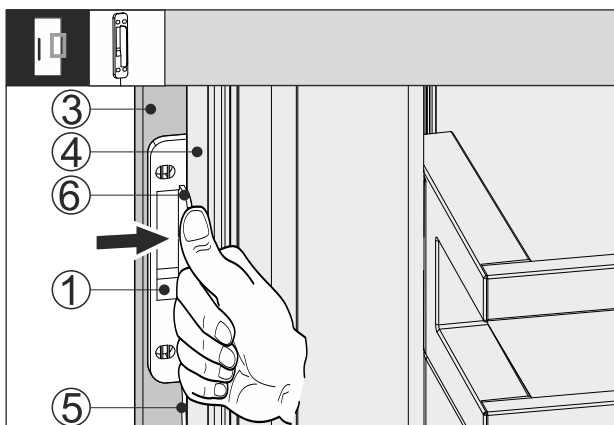

Fig. 66
- ▶ Вставьте датчик стука Fig. 66 (1) между мебельным фасадом Fig. 66 (3) и дверью устройства Fig. 66 (4) таким образом, чтобы кабель Fig. 66 (5) был слегка натянут. Упор Fig. 66 (6) датчика стука прилегает к двери устройства Fig. 66 (4).
- ▶ Прижмите датчик стука Fig. 66 (1) к мебельному фасаду Fig. 66 (3).
- ▶ Датчик стука Fig. 66 (1) приклеен. Приклеивание датчика стука оптимизирует передачу сигнала стука.
Надежная фиксация датчика стука Fig. 66 (1) повышает срок службы.
- ▶ Прикрутите датчик стука Fig. 66 (1) при помощи входящих в комплект поставки винтов к мебельному фасаду Fig. 66 (3).